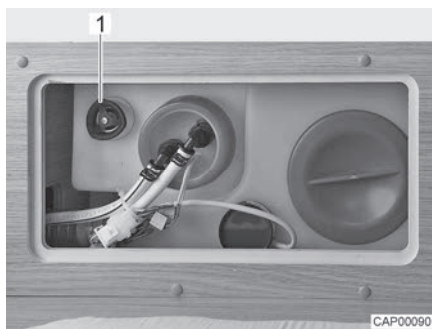

Bild 142 Vattentank med ratt
- Vrid ratten (Bild 142,1) på vattentanken moturs mot motståndet till stoppläget för att öppna utloppsöppningen helt.